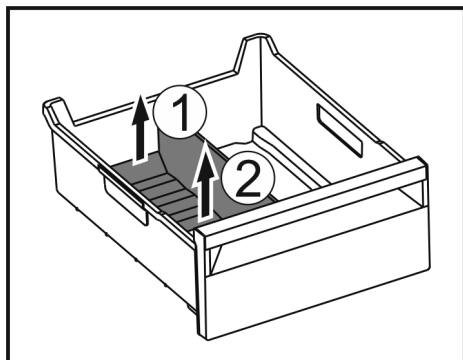

Fig. 221
- Sollevare la parte posteriore del divisore dello scomparto del ghiaccio. Fig. 221 (1)
- Rimuovere il divisore dello scomparto del ghiaccio verso l'alto. Fig. 221 (2)